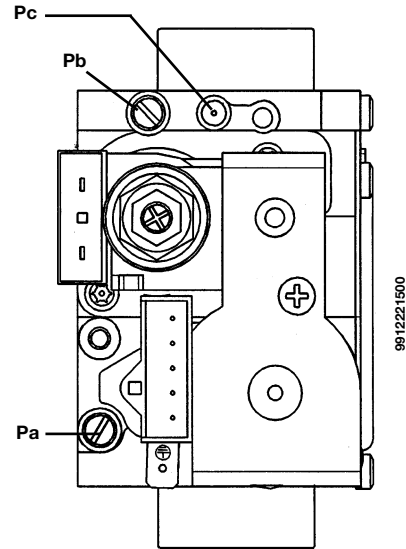

Figura 13
Procedura pentru a calibra regulatorul de presiune poate varia în funcție de supapa pentru tipul de gaz montată (**HONEYWELL** sau **SIT**; vezi figura 13).
- conectați punctul de testare a presiunii pozitive al unui manometru diferențial (dacă e posibil, pe bază de apă) la punctul de testare a presiunii de la supapa de gaz (**Pb**) (Figura 13); numai pentru modelele cu cameră etanșă: conectați punctul de testare a presiunii negative al unui manometru la un racord în „**T**” pentru a cupla orificiul de reglare al centralei, orificiul de reglare al supapei de gaz (**Pc**) și manometrul. (Aceași măsurătoare poate fi efectuată conectând manometrul la punctul de testare a presiunii (**Pb**) după ce a fost scos panoul frontal al camerei etanșe);
- verificați ca presiunea dinamică de alimentare a centralei, măsurată la punctul de testare a presiunii de la supapa de admisie gaz (Pa) (Figura 13) să fie corectă (**30 mbar** pentru gaz propan **G.31**, **20 mbar** pentru gaz natural **G20**);